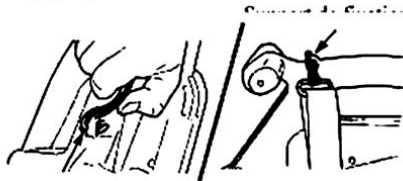

Fig.7
4. Attacher le clip métallique de la bandoulière sur le support de fixation au bout du manche (Fig. 7).